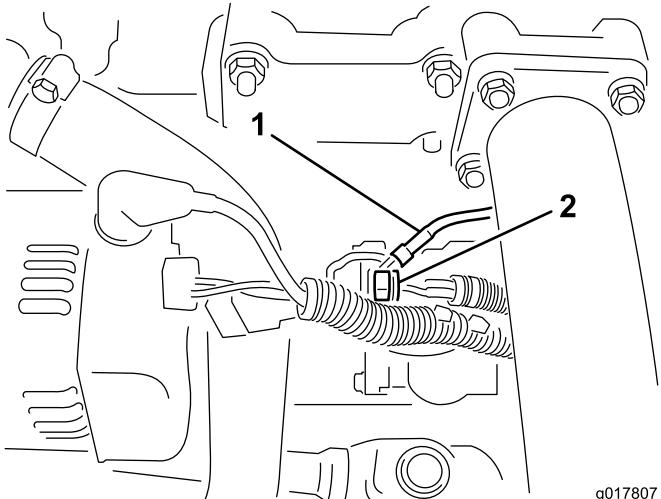

Bild 4
- Finden Sie das Anlasser-Magnetventil an der linken Seite des Motors. Schließen Sie das rote Stromkabel vor dem Magnetventil am Kabelbaum an (Bild 4).